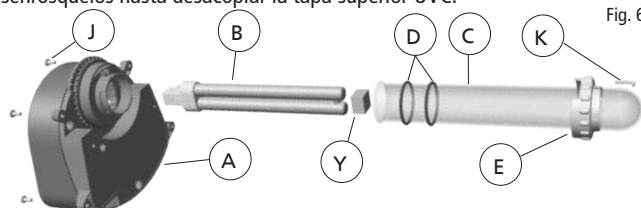

Fig. 6
4. Para extraer la tapa superior UVC (A) (fig. 6) del filtro, desenrosque los 4 tornillos (J) que la sujetan a la tapa del filtro (G). La tapa superior UVC incluye tornillos antipérdida. No es necesario que extraiga los tornillos por completo. Simplemente, desenrosquelos hasta desacoplar la tapa superior UVC.